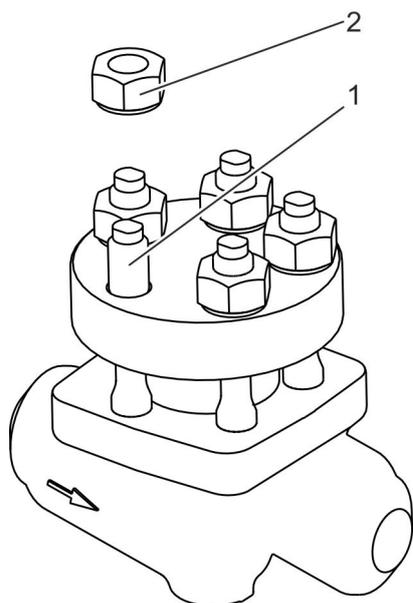

Abb. 15: Muttern anbringen
- 12.** ➤ Muttern (Abb. 15/2) auf den Stiftschrauben (Abb. 15/1) locker verschrauben.